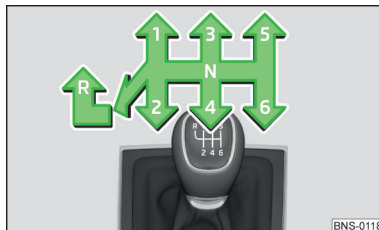

Fig. 242
En la palanca de cambios se presenta el esquema de cambio para cada posición de marcha » fig. 242.
- Presionar hacia abajo la palanca de cambio y colocarla completamente hacia la izquierda y luego hacia adelante en la posición **R** » fig. 242.